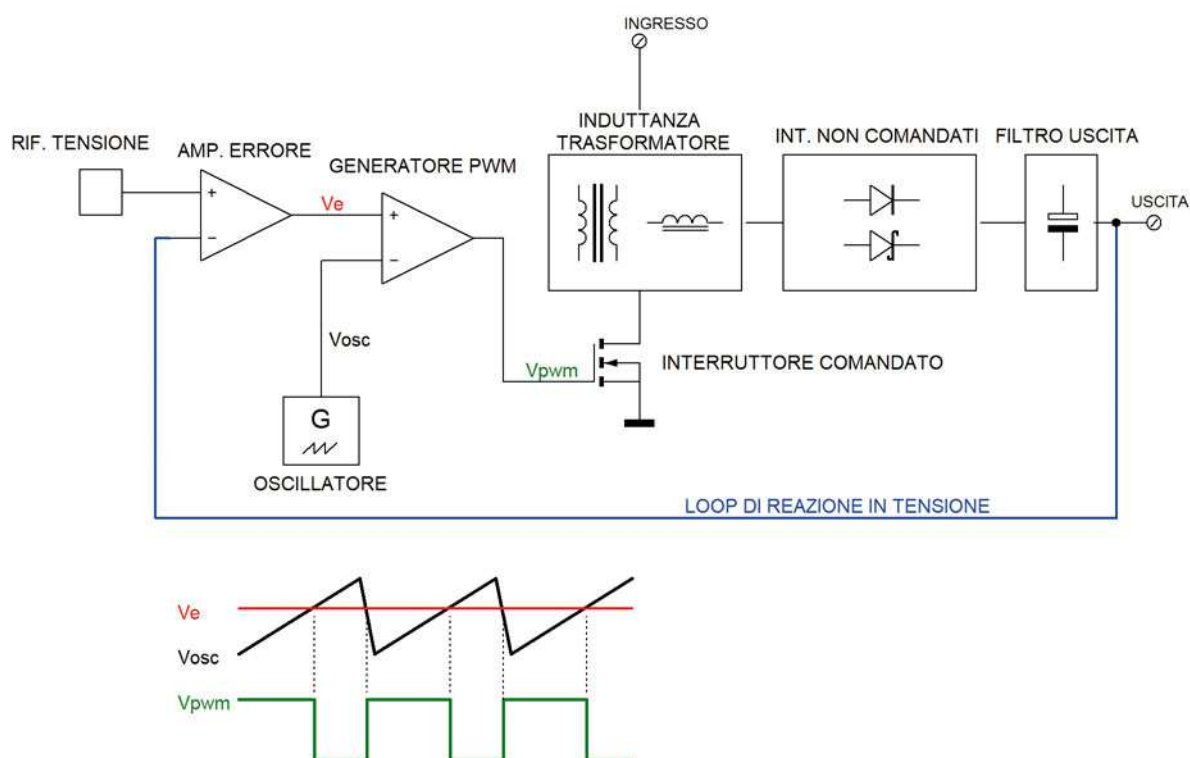

Figura 1 Tipologia VM
Storicamente, questa tipologia è stata introdotta diversi anni dopo la Voltage-Mode (VM). Per spiegare con chiarezza questa nuova tipologia, riprendiamo in figura 1 uno schema esemplificativo della tipologia VM.
sione, dell'oscillatore, dell'amplificatore di errore, degli interruttori (comandati e non) e del serbatoio magnetico, induttanza o trasformatore a seconda delle tipologie. Lo schema di figura 1 è chiaramente di principio, e suppone genericamente un MOSFET di tipo N come interruttore comandato, ma questo non pregiudica minimamente la validità della trattazione che segue.